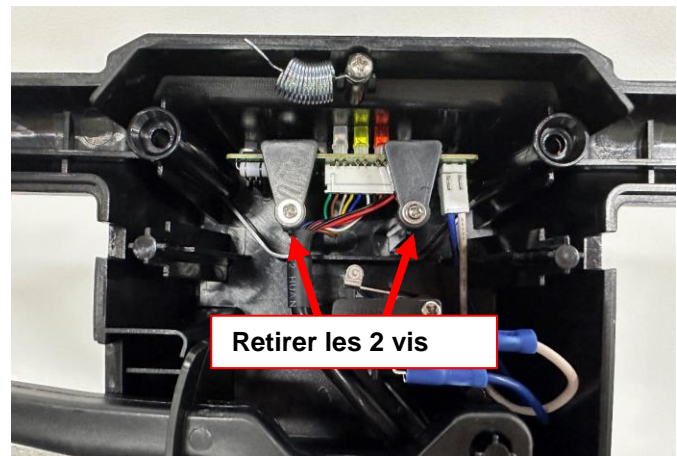

Figure 10
20. Retirer les 2 vis sur la plaque de fixation PCB (figure 10).